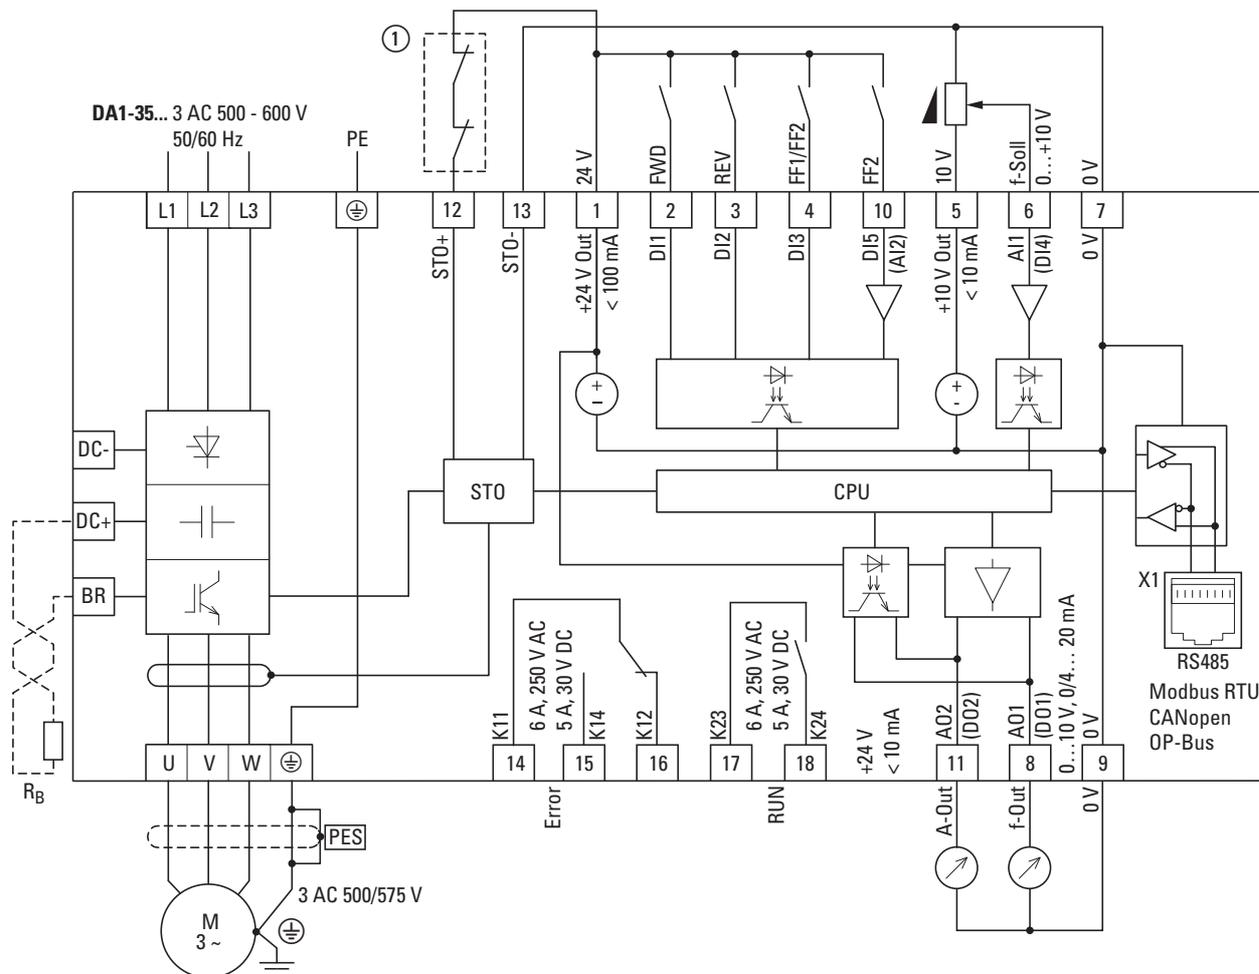

Figura 90: Schema a blocchi DA1-35... nella grandezza FS4
① Abilitazione diretta della funzione STO o relè: Safe Torque Off (STO), SIL 2 (EN 61800-5-2) come in → Figura 90, pagina 124.